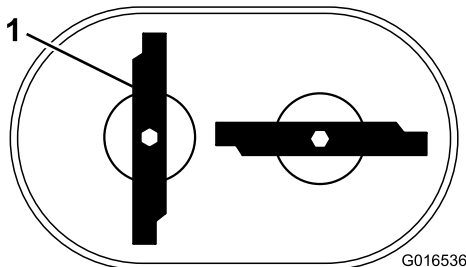

Figura 32
**Nota:** Las cuchillas deben estar perpendiculares entre sí, formando una “T” invertida, como se muestra en la Figura 32.